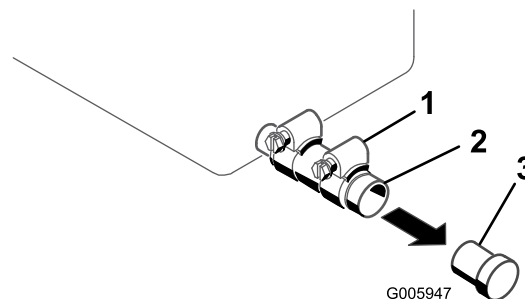

Figura 30
4. Collocate una bacinella sotto il tubo di spurgo dell'olio (Figura 30).
5. Allentate il serratubo e togliete la spina (Figura 30).